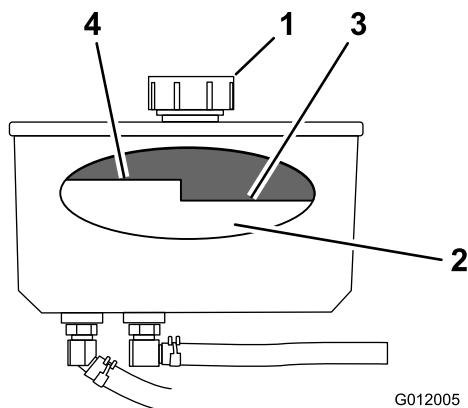

Figure 75
4. Nettoyez la surface autour du bouchon et du goulot de remplissage du réservoir hydraulique (Figure 75).
5. Enlevez le bouchon du goulot de remplissage (Figure 75).
Remarque: Lorsque l'huile est chaude, le niveau doit être en dessous du repère « à chaud » sur le déflecteur (Figure 75).